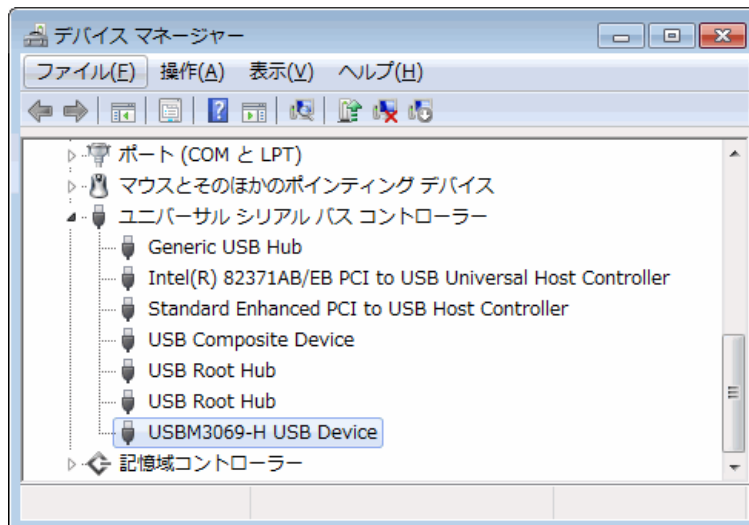

図 10 Windows 7 のドライバインストール確認
- ⑤ デバイスを USB ケーブルでパソコンに接続します。図 10 のように「デバイス マネージャ」の画面に「USBM3069-H USB Device」と表示されれば、ドライバが正しくインストールされています。